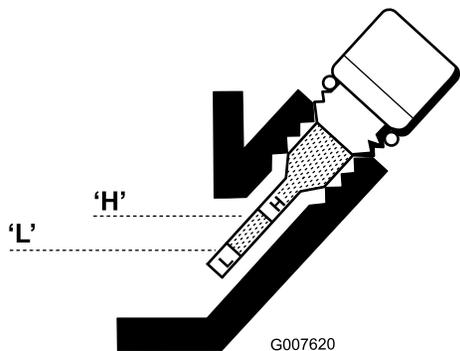

Рисунок 35
- Протрите масломерный щуп дочиста и вставьте его в заливное отверстие. Не заворачивайте щуп в отверстие. Затем извлеките щуп и проверьте уровень масла. Если уровень низкий, добавьте ровно столько масла, чтобы поднять уровень до области между метками «Н» и «L» на щупе (Рисунок 35). Проверьте уровень масла. Не допускайте переполнения.